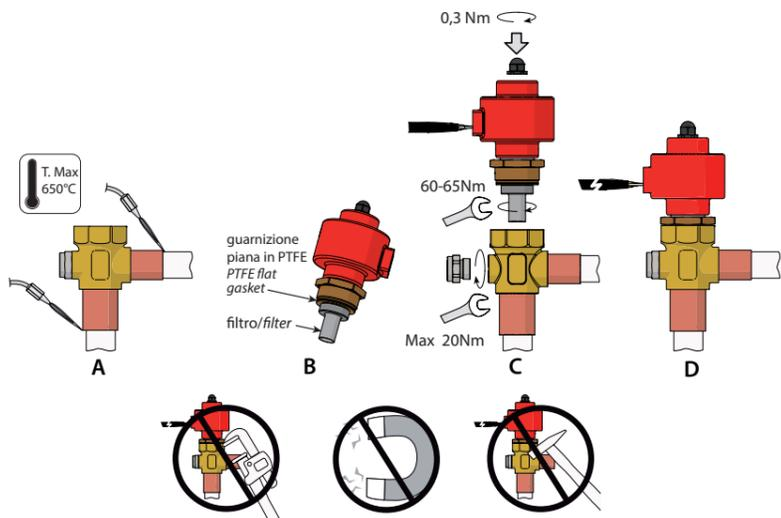

Fig. 2
Le valvole E³V-S Unipolar devono essere saldate al circuito mediante brasatura dei raccordi in rame ai tubi di uscita condensatore (IN) e di ingresso evaporatore (OUT). Seguire la successione indicata in Fig. 2 procedendo in questo modo:
2. Procedere alla saldatura orientando la fiamma verso l'estremità dei raccordi come da Fig. 2-A (per una migliore brasatura senza alterare la tenuta della zona di saldatura tra corpo e raccordi utilizzare lega con temperatura di fusione inferiore a 650 °C o con tenore di argento superiore del 25 %).
4. Verificare che il filtro in rete metallica sia inserito sulla boccola di ottone (Fig.2-B). In caso contrario, posizionarlo come in figura e portarlo in battuta. **Attenzione! Utilizzare il filtro solo in mono-direzionale con ingresso del fluido dal raccordo laterale. In caso di utilizzo della valvola in direzione contraria, prevedere apposito filtro nel circuito, togliendo quello fornito.**
5. Avvitare nel corpo valvola la cartuccia in acciaio sull'apposito alloggiamento filettato con una chiave a forchetta da 32. Serrare la cartuccia portando la ghiera in battuta sul corpo valvola con una coppia di serraggio suggerita di 60-65 Nm (Fig. 2 C). Per favorire un più rapido assemblaggio della valvola, si consiglia di non smontare il motore dalla cartuccia. **Attenzione!** Nel caso in cui lo stelo filettato fuoriuscisse completamente dalla sede di lavoro della cartuccia procedere secondo la seguente operazione:
The Unipolar E³V-S valves must be joined to the circuit by braze welding the copper fittings to the condenser outlet (IN) and evaporator inlet (OUT) pipes. Proceed as indicated in Fig. 2:
2. Weld by aiming the flame at the ends of the fittings as shown in Fig. 2-A (for better braze welding without affecting the seal of the welded area between the body and the fittings, use alloys with a fusion temperature less than 650 °C or with a silver content above 25%);
3. Make sure that the PTFE flat gasket is present in its seat (Fig. 2-B). Otherwise, take a flat gasket from the packaging and place it in the cartridge from the side of the brass bushing.
4. Make sure that the metal mesh filter is inserted on the brass bushing (Fig.2-B). Otherwise, position it as shown in the figure and make sure it's properly in place. **Warning! Only use the one-way filter with fluid inlet from the connection side. If using the valve in the opposite direction, install a special filter in the circuit, removing the one supplied.**
5. Tighten the steel cartridge in the threaded socket on the valve body using a 32 mm spanner. Tighten the cartridge on the valve body to a recommended tightening torque of 60-65 Nm (Fig. 2-C). For faster valve assembly, do not remove the motor from the cartridge. **Warning! If the threaded rod comes completely out of the cartridge, proceed as follows:**
6. When the valve has cooled down, tighten the flow sight glass to the special threaded socket in the valve body (in line with the cross fitting) using a 17 mm Allen key, making sure the O-ring is fitted (OR - 114 – inside diameter 11.1 mm – thickness 1.78 mm – material: Neoprene) to ensure hermetic tightness. Tighten the sight glass to the end of the thread (Fig. 2 C), with maximum 20 Nm torque. **Warning!** To ensure better tightness of the assembly, use the Neoprene O-ring (other materials may affect the correct operation of the assembly) lubricated with a thin layer of compatible oil.